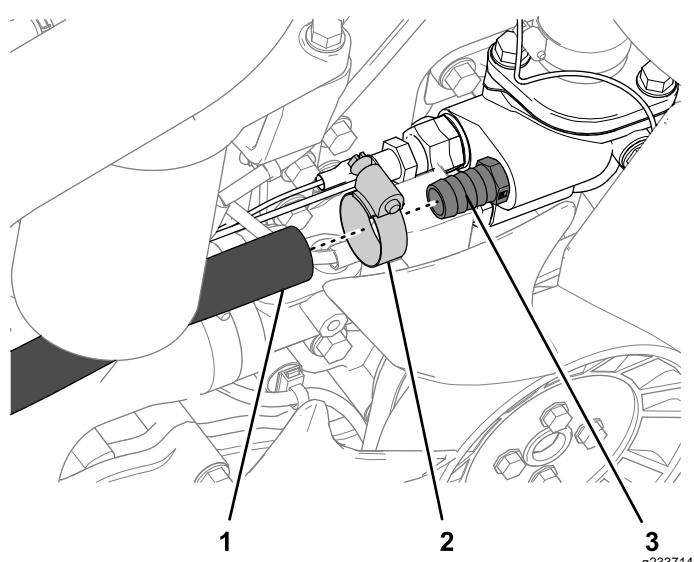

Figure 27
2. Glissez le collier au bout du flexible (Figure 27).
3. Branchez le flexible au raccord droit et fixez-le avec le collier (1/2 à 1 1/4 po), comme montré à la Figure 27.